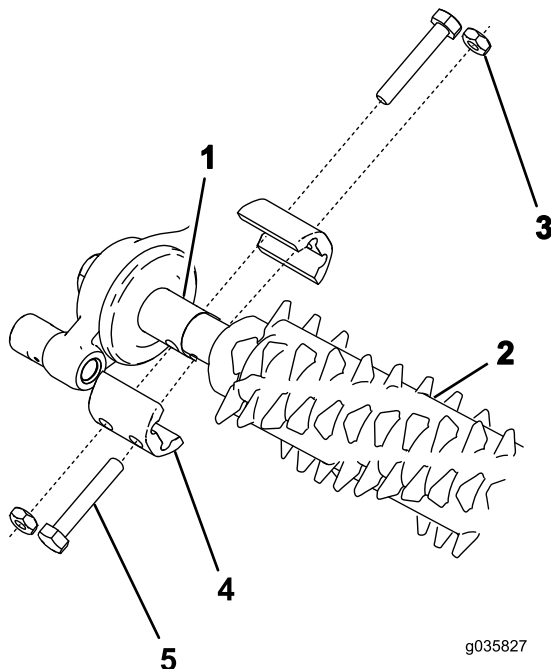

Рисунок 14
2. Совместите механическую щетку в сборе с короткими ведущими валами в блоке привода механической щетки и натяжным шкивом в сборе (Рисунок 14).
3. Закрепите механическую щетку на машине, как показано на Рисунок 14, используя 4 болта (¼ x 1½ дюйма), 4 контргайки и 4 зажима вала.